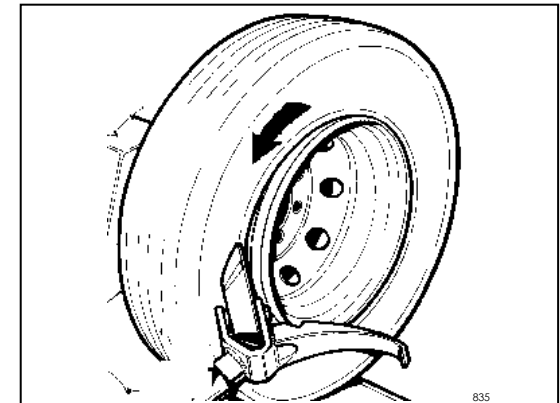
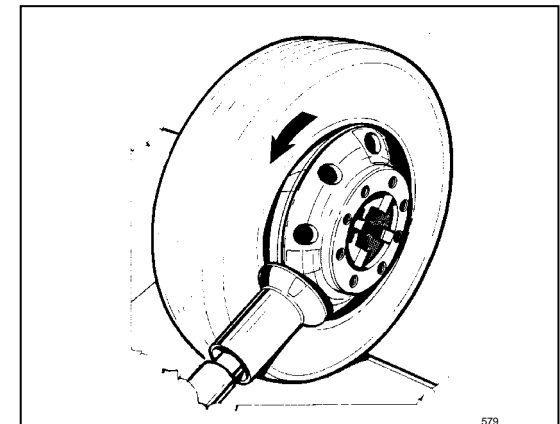

Fig.18
Fig.18a
2. Position the bead breaker disc as shown in Fig.18, or the Tubeless Tool (Fig.18a).
2. Positionner le disque détalonneur ou le galet tubeless (option) comme montré sur la Fig. 18 et la Fig. 18a.
2. Die Abdrückscheibe oder die Schlauchlosreifenrolle (auf Anfrage) wie in Abb.18 und in Abb.18a gezeigt positionieren.